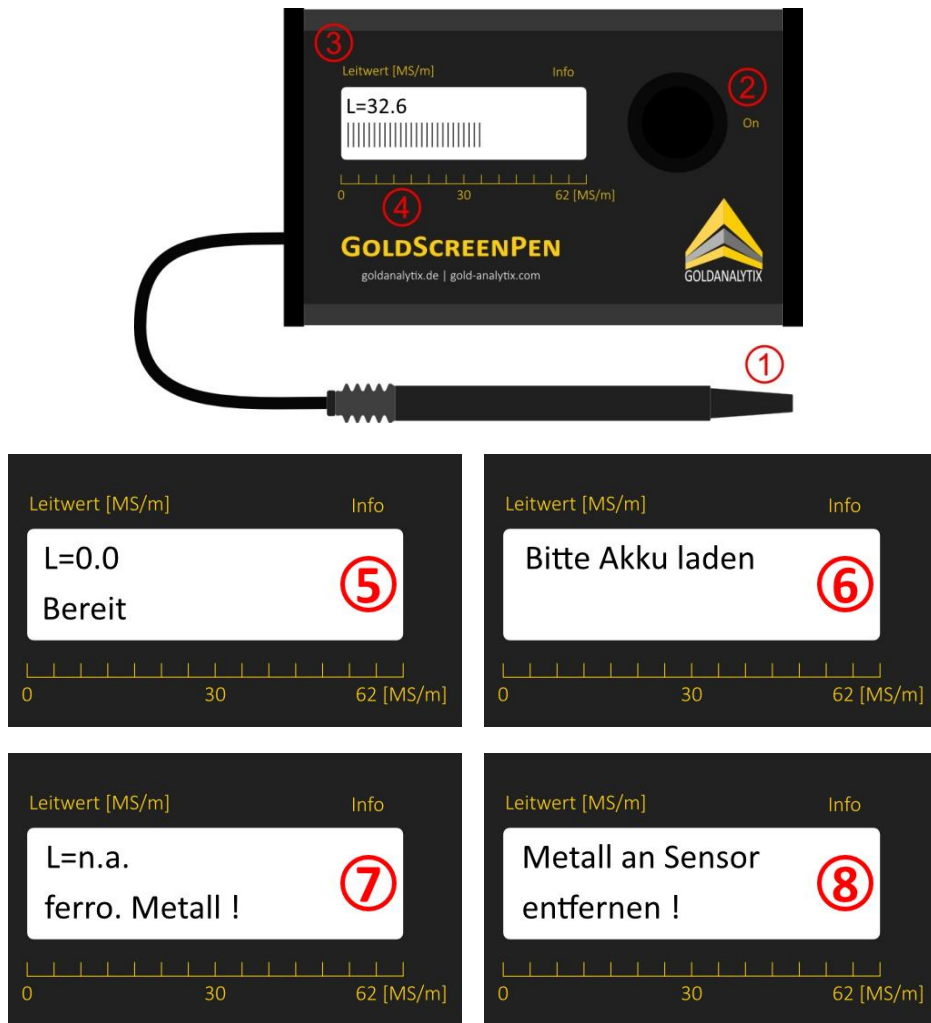

Abbildung 1 - Übersicht der Bedienelemente und Anzeigemodi
Handelt es sich beim getesteten Metall um ein **ferromagnetisches Objekt** wie Eisen, magnetisierbarer Stahl, Nickel oder Kobalt erscheint im Display der Hinweis "ferromagnetisches Metall" (siehe Abb. 1, ⑦). Der elektrische Leitwert kann dabei nicht angezeigt werden.